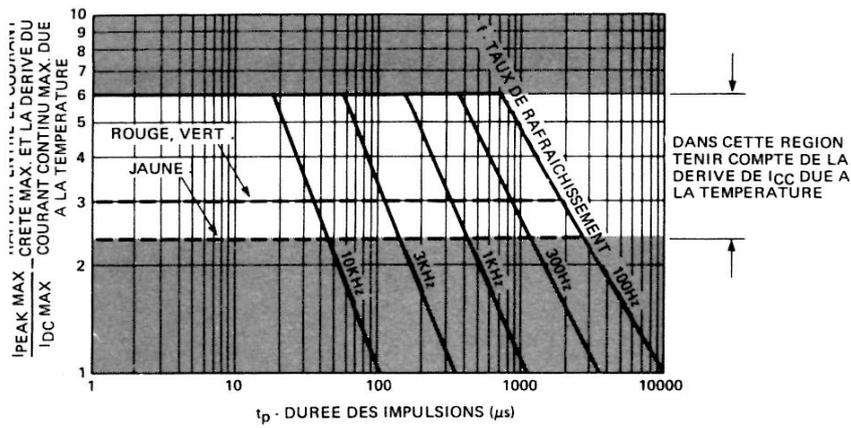

FIGURE 1 – Courant crête admissible en fonction de la durée des impulsions
- Se reporter à la figure 1 pour déterminer les conditions de fonctionnement en impulsions